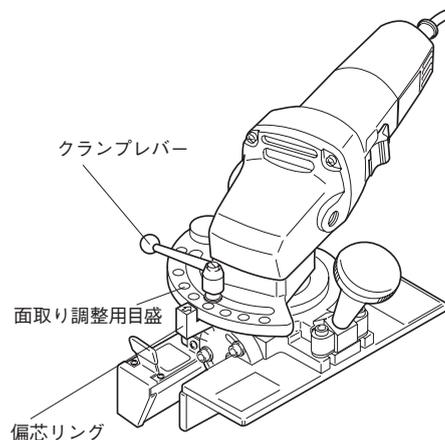

図7
(1) C面取りの調整方法 (図7)
- ① クランプレバーを緩めてください。
- ② 偏芯リングの矢印とアダプタの面取り調整用目盛を加工したい面取り量に合わせます。調整後、クランプレバーを締めてください。